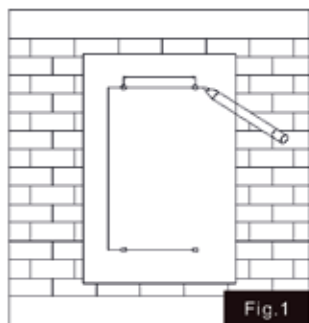

Fig. 1
1. Averigüe dónde montar la unidad del calentador de agua. Marque 4 orificios de montaje en la pared de acuerdo con la plantilla de instalación (Fig. 1).